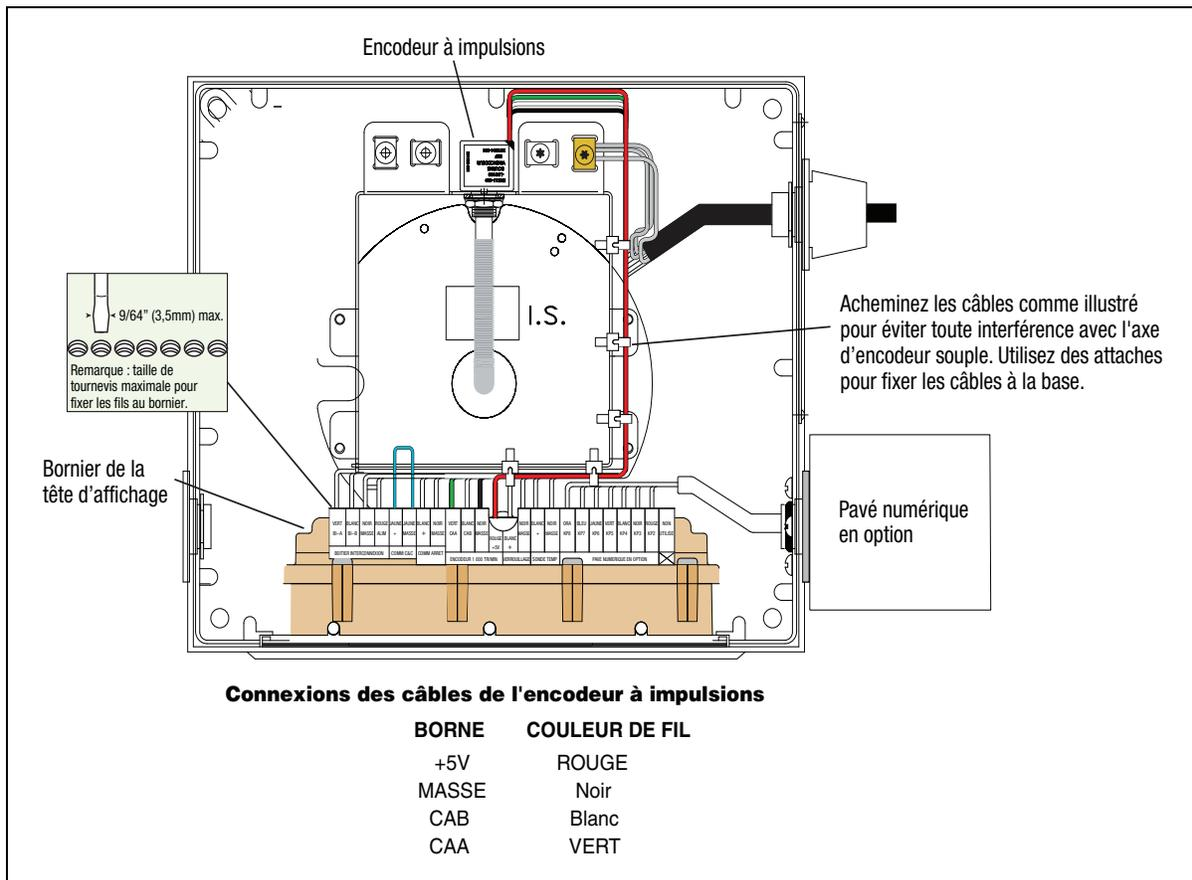

Figure B-5. Raccordement des fils de l'encodeur à impulsions au bornier de l'assemblage d'affichage
7. Raccordez les fils de l'encodeur à impulsions au bornier de l'assemblage d'affichage, comme illustré à la Figure B-5.